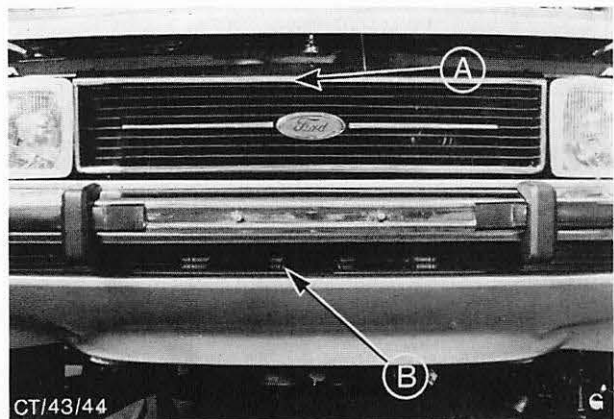

Abb. 4 Lage des Kühlergrills A und des in der Schürze befindlichen Grills B.
1. Motorhaube öffnen, Grill-Befestigungsschrauben herausdrehen und Kühlergrill, A in Abb. 4, ausbauen.
1. Befestigungsschrauben herausdrehen und Grill, B in Abb. 4, von der Schürze ausbauen.